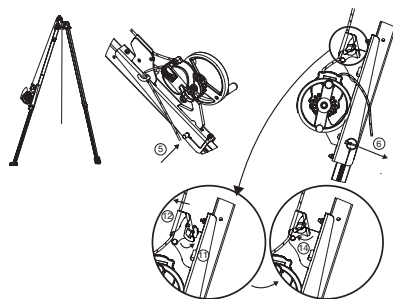

Fig. 9
**IMPORTANTE:** Tener cuidado con el sentido de montaje: el bloqueador de driza debe estar dirigido hacia la parte superior del trípode trapcode (Fig. 9).
5. Colocar el bulón de amarre de la consola para aparato Derope™ UP R. Este bulón de amarre cumple dos funciones: bloqueo de la pata del trípode trapcode y amarre de la consola para aparato Derope™ UP R en esta pata (Fig. 9, 5).
6. Bloquear el bulón de amarre mediante el pasador sujetador (Fig. 9, 6).
11. Abrir el bloqueador de driza de la consola (Fig. 9, 11).
12. Introducir la driza que sale del aparato Derope™ en el bloqueador de driza de la consola (Fig. 9, 12).
14. Cerrar el bloqueador de driza (Fig. 9, 14).